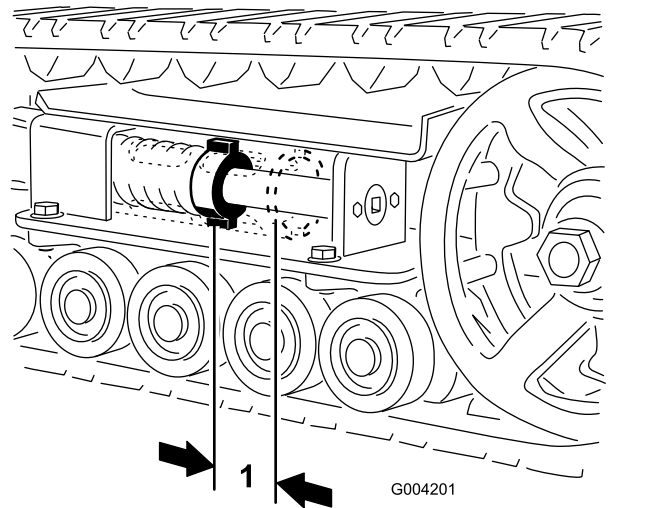

Figura 44
Debe haber una holgura de 7 cm entre la tuerca tensora y la parte de atrás del tubo tensor (Figura 44). Si no es así, ajuste la tensión de las orugas usando el procedimiento siguiente:
- Usando una llave de carraca de $\frac{1}{2}$ ", gire el tornillo tensor en sentido antihorario hasta que la distancia entre la tuerca tensora y la parte de atrás del tubo tensor (Figura 44) sea de 7 cm.
- Gire el tornillo tensor en sentido antihorario hasta que la distancia entre la tuerca tensora y la parte de atrás del tubo tensor (Figura 44) sea de 7 cm.
18. Gire el tornillo tensor en sentido antihorario hasta que la distancia entre la tuerca tensora y la parte de atrás del tubo tensor (Figura 44) sea de 7 cm.